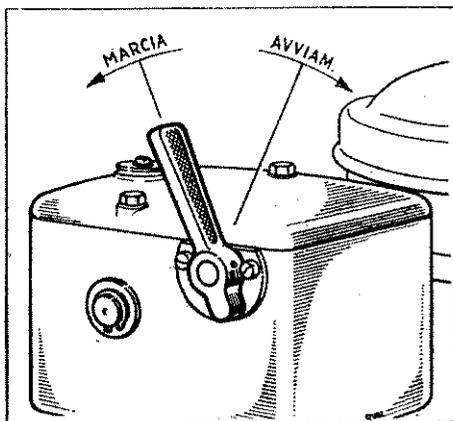

Fig. 9 - LEVA COMANDO DECOMPRESIONE
DISPOSITIVO DI DECOMPRESSIONE - (Fig. 9 - Pag. 20) - Per facilitare l'avviamento il motore è dotato di un dispositivo per la decompressione, costituito da un albero con tacche imperniate internamente alla scatola di protezione dei bilancieri. Azionando l'apposita maniglia una tacca dell'albero viene a premere direttamente il bilanciere della valvola di scarico provocandone l'apertura.
3) Spostare la leva di decompressione a destra in posizione di **avviamento** (Fig. 9).
7) Riportare la leva di decompressione a sinistra nella posizione di **marcia** (Fig. 9) continuando ad agire sulla manovella fino ad ottenere i primi scoppi.